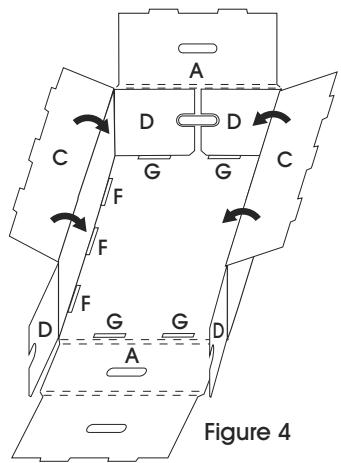

Figure 4
4. Sécurisez les rabats latéraux (C) dans les fentes (F). (Voir Figure 4)